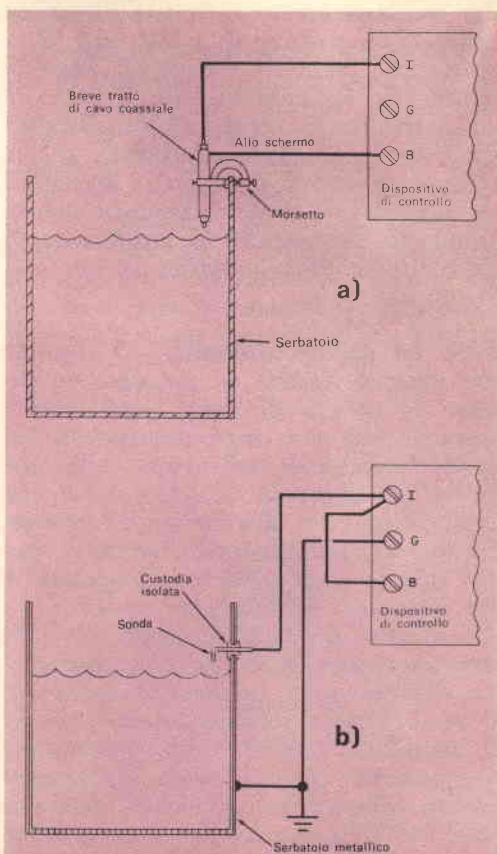

Fig. 7 - Il livello di liquidi ad alta od a bassa conduttività può essere rilevato mediante un sistema di sonde facili da costruire e collegare.
**Controllo di livello dei liquidi** - Nelle industrie chimiche, farmaceutiche, di prodotti alimentari, nei laboratori di galvanostegia ed ai tecnici occorre spesso controllare il livello dei liquidi contenuti in grandi recipienti od in serbatoi. Il dispositivo che presentiamo può servire ottimamente in questo tipo di applicazioni, usando in unione ad una sonda sensibile. Alcune tecniche tipiche sono illustrate nella fig. 7.
minale B dello strumento ed il conduttore centrale al terminale I, il relé si chiude quando il liquido raggiunge l'estremità inferiore del cavo; in questo caso i collegamenti devono essere effettuati come indicato nella *fig. 7-a*.
Se il serbatoio è di metallo la sonda può essere costituita da un breve tratto di conduttore montato in una custodia isolata, a tenuta di liquido, in un punto adeguato su un lato del serbatoio, come illustrato nella *fig. 7-b*. Se il liquido è altamente conduttivo si possono effettuare i collegamenti ai terminali I e G, disponendo un ponticello tra i terminali I e B. Con queste connessioni il dispositivo è regolato fino al momento in cui il relé è chiuso; il relé si aprirà quando il livello del liquido raggiungerà la sonda.
può servire quale segnalatore di pioggia. I terminali della piastra sensibile si collegano come indicato nella *fig. 8-a* e funzionano con lo stesso principio del controllo di livello dei liquidi della *fig. 7-b*. Poche gocce di pioggia sono sufficienti a determinare l'apertura del relé.
**Controllo di umidità** - Nella *fig. 8-b* è rappresentata una versione modificata del segnalatore di pioggia. In questo caso la piastra sensibile all'umidità è collegata e funziona come il circuito illustrato nella *fig. 7-a*. Con questo adattamento l'alta sensibilità dello strumento reagisce alla più lieve traccia di umidità e fa chiudere il relé. Il dispositivo può segnalare persino la lieve traccia di umidità che si condensa quando una persona respira e può essere usato, oltre che in altre applicazioni, anche per controllare il funzionamento di un deumidificatore.